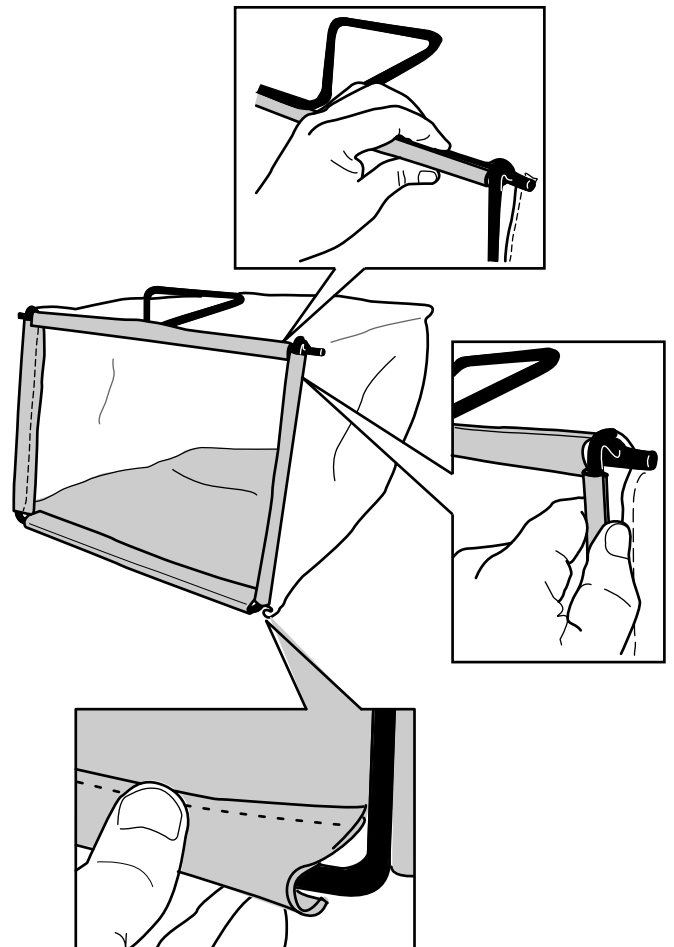

Рисунок 12
2. Зацепите нижний обод травосборника за нижнюю часть рамы (Рисунок 12).
3. Зацепите верхний и боковой обод травосборника за верхнюю и боковые стороны рамы, соответственно (Рисунок 12).